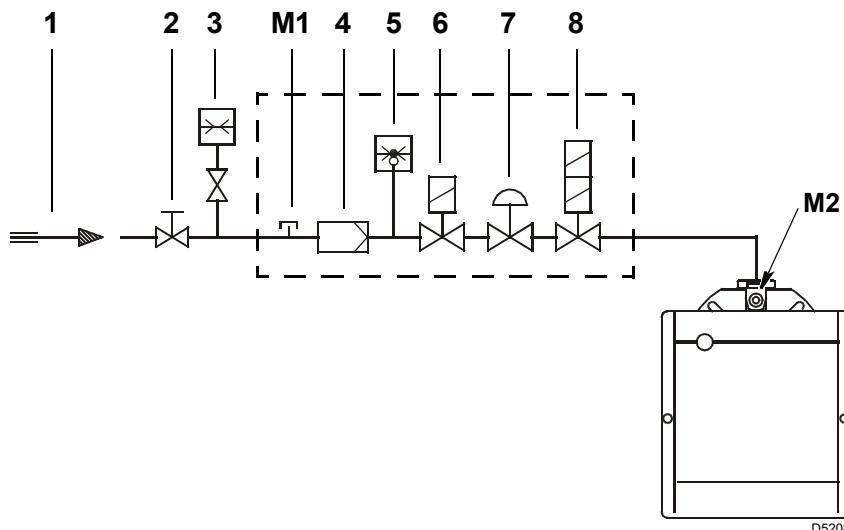

Fig. 16
Leyenda (Fig. 16)
Presión del gas medida en la toma M2)(Fig. 16), con:
- sustraer de la presión del gas en la toma M2)(Fig. 16) la presión en la cámara de combustión.
Presión del gas en la toma (M2)(Fig. 16) = 10 mbar
Para conocer la presión del gas necesario en la toma M2)(Fig. 16), fijada la potencia máxima de modulación a la cual se desea que funcione el quemador:
- Leer a la derecha, columna 1, la presión en la toma M2)(Fig. 16).